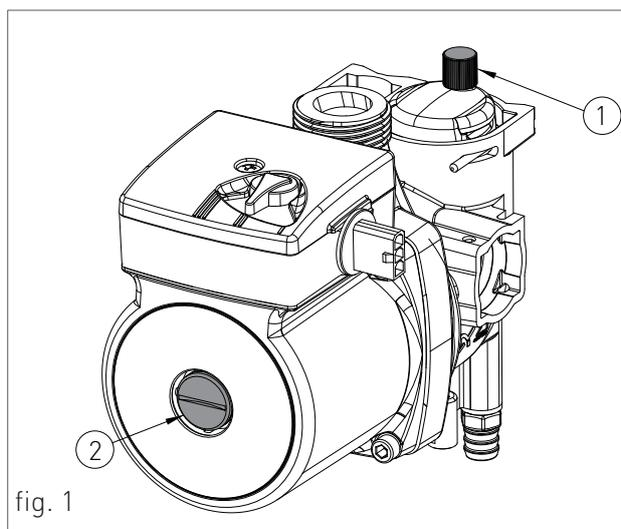

fig. 1
2. allentare leggermente il tappo della valvola jolly del circolatore (1-fig. 1) per permettere all'aria di fuoriuscire dall'impianto;
6. svitare il tappo del circolatore (2-fig.1) per eliminare eventuali bolle d'aria e richiuderlo alla fuoriuscita di acqua;
Procedere al riempimento del sifone raccogli condensa nel seguente modo (vedi fig. 1):